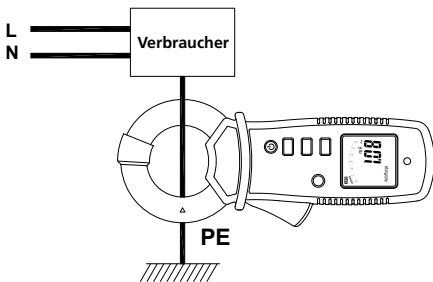

Abbildung 1: Messung des Erd-Ableitstromes mit der Direktmethode
Bei ordnungsgemäß geerdeten Systemen sollte im Fehlerfall der Ableitstrom über den Schutzleiter (PE) geführt werden (Abbildung 1). Wir können diesen Strom im Schutzleiter mit einer Leckstromzange direkt messen.